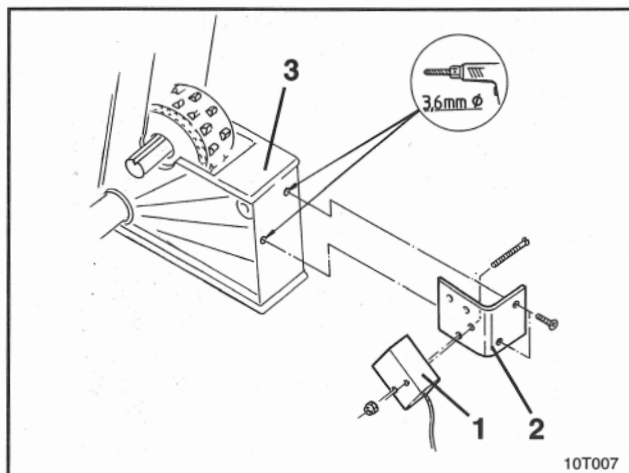

Fig. 10.1
- ☐ Føler (fig. 10.1/1) skrues på følerholderen (fig. 10.1/2).
- ☐ Der bores to huller (Ø 3,6 mm) med et medleverede bor, i det sidste såhus (fig. 10.1/3) yderst til venstre.
- ☐ Følerholderen (fig. 10.1/2) skrues på såhuset